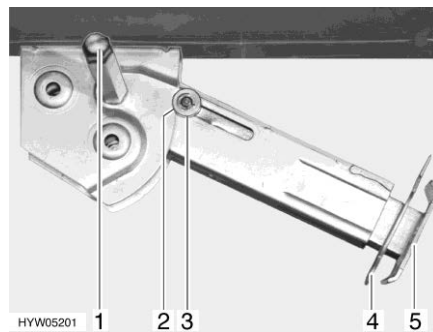

Bild 49 Stödben
- Placera hylsnyckeln på sexkanten (Bild 49,1) och vrid runt den tills stödbenet står rakt neråt.
- Drag ut sprinten (Bild 49,4) ur stödbensförlängningen (Bild 49,5).
- Placera hylsnyckeln på sexkanten (Bild 49,1) och vrid runt den tills stödbenet inte längre sitter mot marken.
- Skjut in stödbensförlängningen (Bild 49,5) helt och sätt in sprinten (Bild 49,4) i borrhålet på stödbensförlängningen.
- Vrid på sexkanten (Bild 49,1) med hylsnyckeln tills stödbenet har svängts upp och styrbrickan (Bild 49,3) befinner sig längst upp i skåran (Bild 49,2).